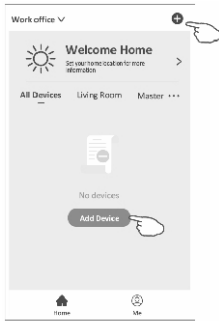

Рис. 14.
- Нажмите на «+» в правом верхнем углу экрана (рис. 14).